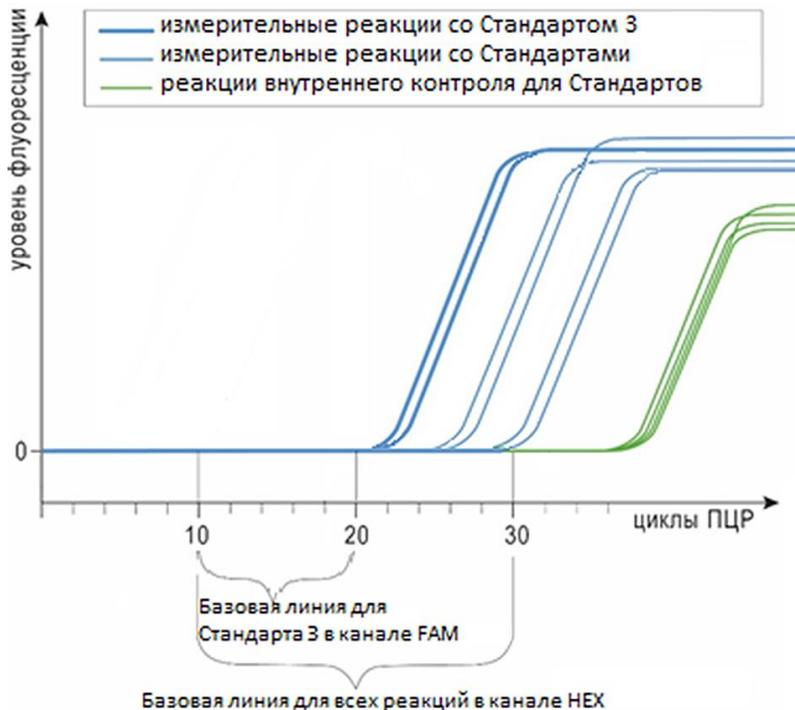

Рисунок 7 – схема выбора базовой линии: в канале FAM – на примере Стандарта 3 (с 10 по 20 цикл); в канале HEX – единая базовая линия (с 10 по 30 цикл).
2. Если проблема не решена, перейти в режим анализа «Канал» (Fluorophore). Выбрать канал FAM, выставить в нем базовую линию для каждой пары Стандартов ДНК: с 10 цикла по цикл, после которого начинается развитие сигнала для данного Стандарта (см. рис. 7). Вернуться в режим анализа «Мишень» (Target).
1. По каналу HEX выставить базовую линию для всех образцов с 10 по 30 цикл (см. рис. 7. Установка базовой линии – см. п. 1.2, выбрать канал HEX).
- выделить все лунки со Стандартами ДНК. В поле Amplification найти кривую флуоресценции Стандарта с максимальным значением C_t (см. рис. 7);